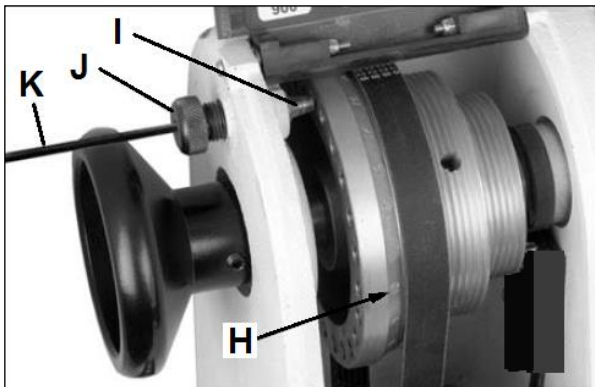

Fig 30
Il est facile de repérer la répartition grâce aux numéros figurant sur la poulie (H, Fig 30).
Pour cela, visser la goupille d'index (J, Fig 30) sur le corps de poupée fixe, jusqu'à ce qu'elle s'encliquète dans une perforation (I).